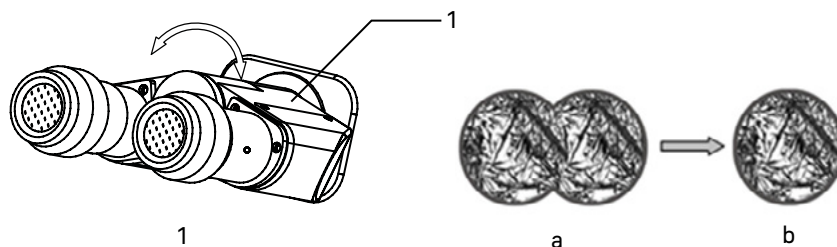

Рис. 6. Настройка межзрачкового расстояния
Отрегулируйте межзрачковое расстояние. Установите расстояние между осями окулярных тубусов насадки в соответствии с глазной базой наблюдателя поворотом окулярных тубусов (рис. 6.(1) относительно оси шарнира таким образом, чтобы изображение объекта в каждом окуляре при наблюдении двумя глазами воспринималось наблюдателем как одно (рис. 6 а, b).